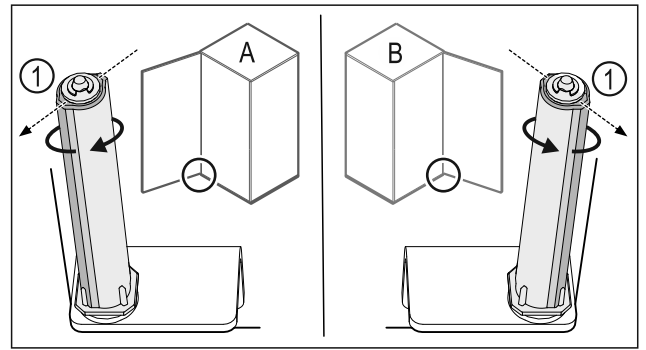

Fig. 19 Battuta a sinistra (A) / battuta a destra (B)
- ▶ Ruotare il sistema di chiusura contro la resistenza fino a quando la sporgenza del sistema di chiusura Fig. 19 (1) non è rivolta verso l'esterno.